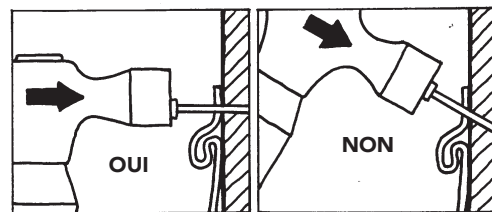

Figure 16
- Enfoncer les attaches bien droit et de niveau pour éviter une déformation et un plissement du panneau (Figure 16).